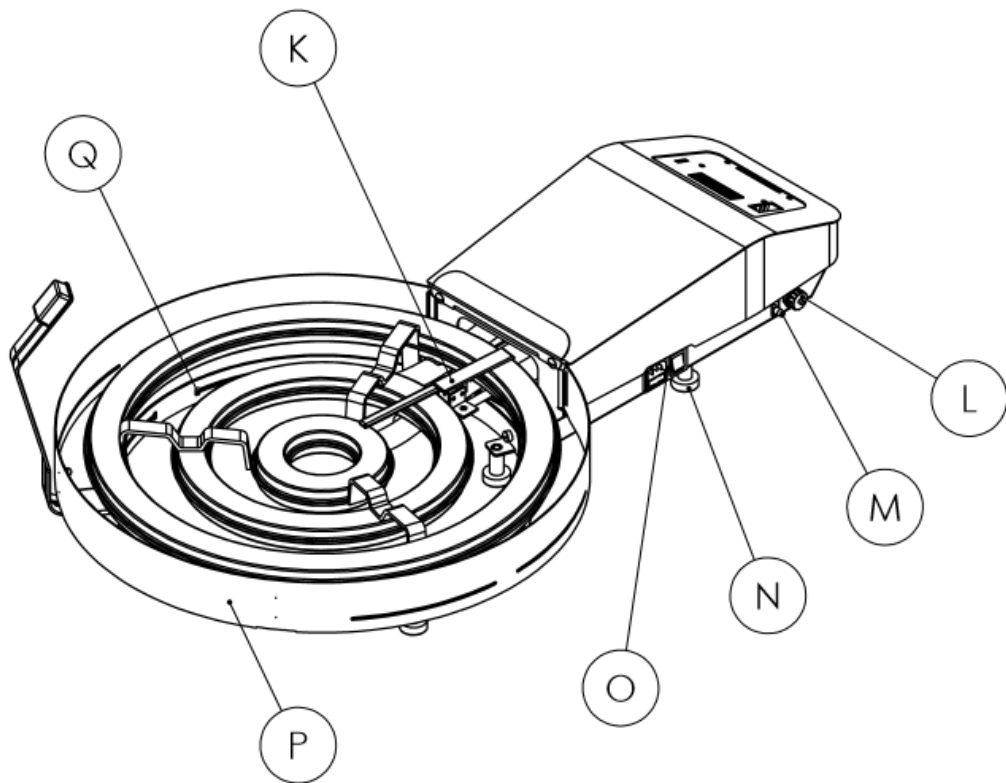
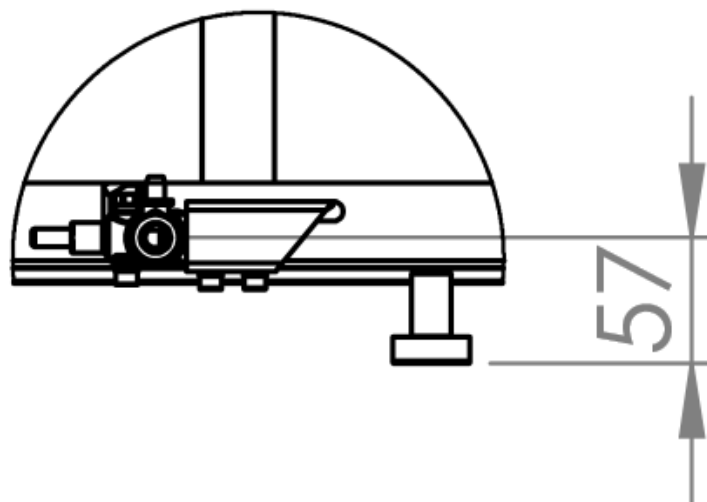

Figura 3
Figura 4
-Evitar cualquier posibilidad de contacto del Brazo Sensor (figura 3, D) con una llama directa. No flamear alimentos sobre MIMCOOK.
1. Coloque el sensor en el punto mostrado en la figura 3 o bien en el punto P (figura 4) con el sensor apuntando hacia el centro de la paellera.
3. Para fijar el cable del sensor, utilice las ranuras de la base (figura 4, Q).
Para el encendido de MIMCOOK, conectar toma de corriente y activar el interruptor lateral de encendido. Para apagar el dispositivo, desactive el interruptor. (figura 4, O)
Para el encendido de la llama piloto, cuando el dispositivo lo pida por pantalla, mantener pulsado el botón de la válvula de alimentación hasta que la pantalla lo indique (figura 3, H) y encender la llama piloto con un encendedor por la parte central del quemador. Este proceso puede llevar un tiempo en caso que el aparato haya estado desconectado del gas cierto período de tiempo.